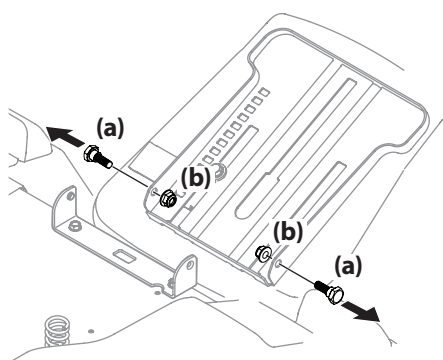

Figura 2-9
- Quite los dos tornillos con reborde (a) y las tuercas de seguridad (b) con brida del contenedor del asiento tal como se muestra en la Figura 2-9.